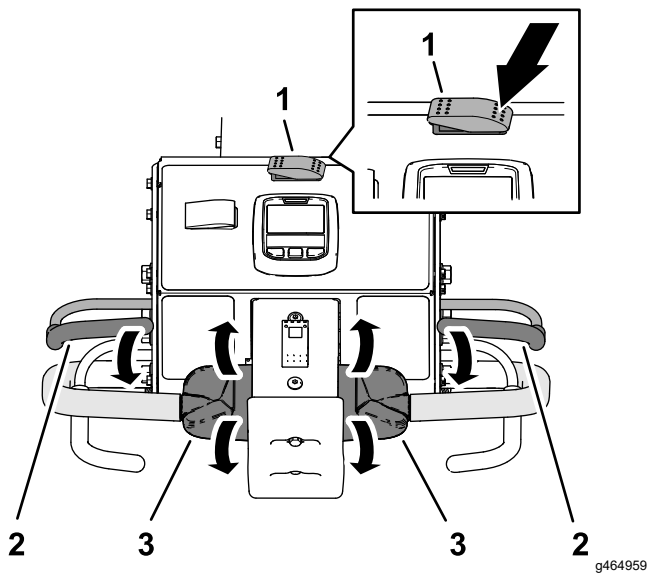

Figura 83
- Pulse el lado izquierdo del interruptor de transporte/aireación a la posición de TRANSPORTE (Figura 83).
5. Agarre el manillar izquierdo o derecho y la barra de presencia del operador (Figura 83) y apriete la barra hacia el manillar.